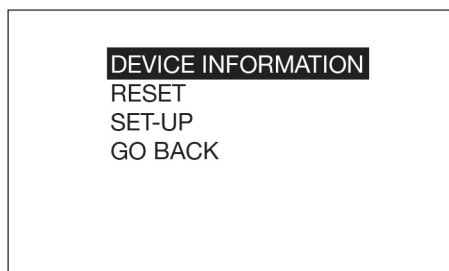

FIG. 36
2. Una vez resaltada la pantalla (FIG. 36), pulse el botón INTRO en el teclado.